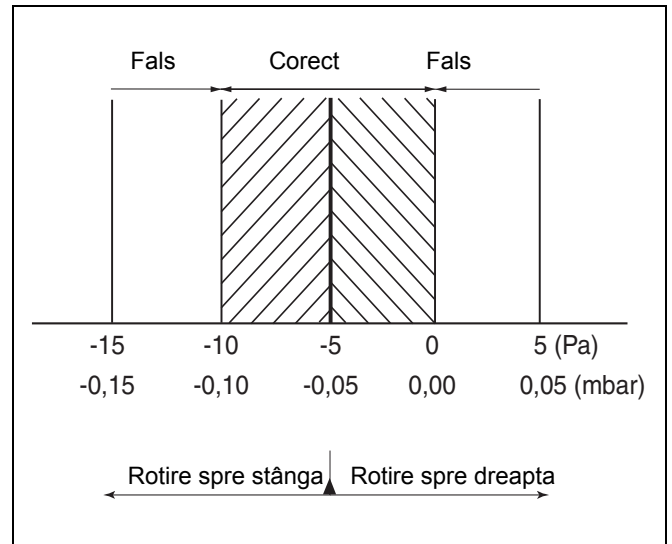
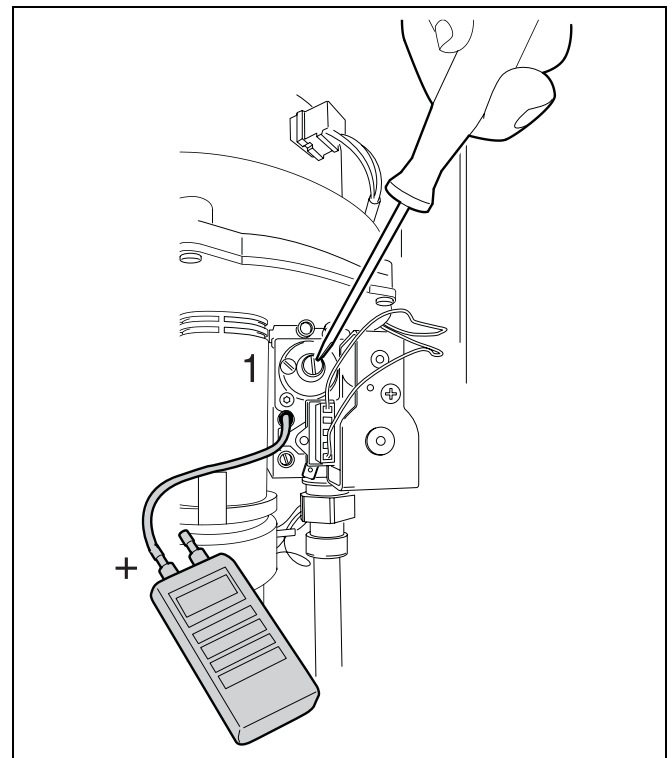

Fig. 33 Diferență de presiune gaz/aer la sarcină parțială
Fig. 34 Setarea raportului de gaz/aer
- Se citește diferența de presiune (raport gaz/aer). Diferența optimă de presiune este -5 Pa (-0,05 mbar). Diferența de presiune trebuie să fie între -10 și 0 Pa (Fig. 33). Dacă nu se întâmplă acest lucru trebuie să realizați o setare după cum urmează:
- Se îndepărtează capacul de protecție cu o șurubelniță plată (Fig. 34, Poz. 1).
- Se setează cu o cheie cu 6 canturi (4 mm) șurubul de reglaj pentru presiunea arzătorului (Fig. 34, Poz. 1) corectând diferența de presiune (raportul gaz/aer, Fig. 33).
- Se montează capacul de protecție (Fig. 34, Poz. 1).